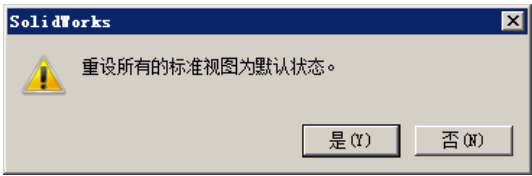

图 3.3.23 “SolidWorks”对话框（二）
-  按钮: 单击此按钮, 系统将弹出图 3.3.23 所示的“SolidWorks”对话框 (二), 单击对话框中的  按钮, 可以将所有标准恢复到默认状态。